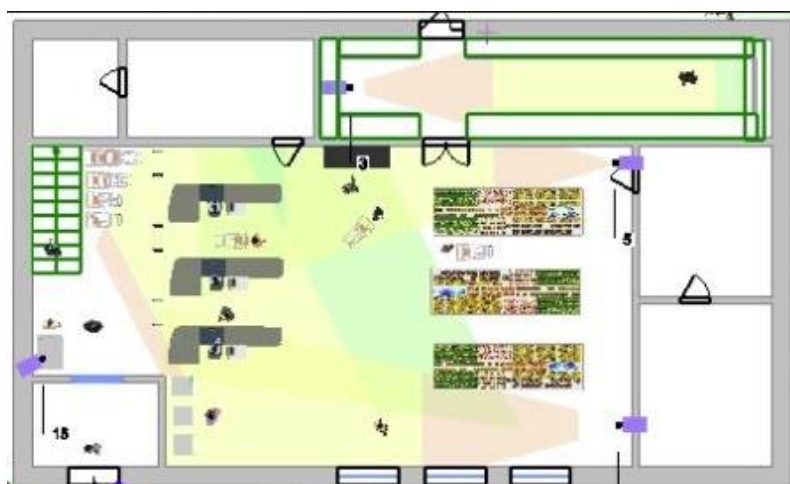

Рисунок 4.2 – План будови магазину
1. Завантажити файл-підкладку будови магазину (рис. 4.2).